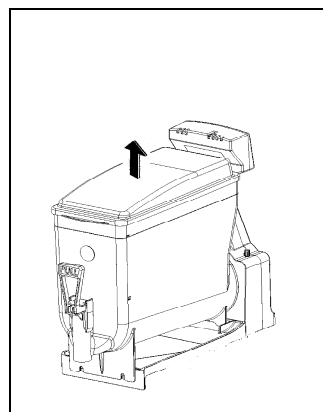

Fig. 18
- Quitar la tapa inferior transparente (fig.18).